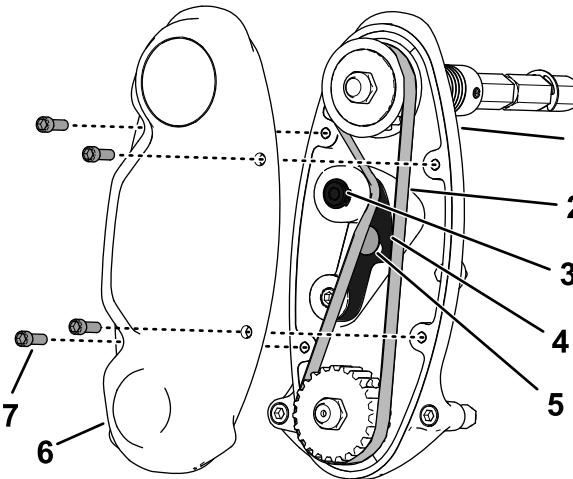

图 17
1. 拆下皮带罩露出皮带 图 17。
2. 拧松怠轮臂螺栓并旋转怠轮臂图17以释放皮带的张紧力。
3. 拆下皮带(图17)。
6. 如图17所示安装皮带向怠轮臂内六角施加6~7 N·m的力张紧皮带。